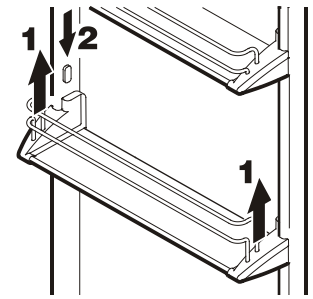

Figura 8
Desplazar los estantes (cara interior de puerta) - Figura 8
- Retire los estantes de la cara interior de la puerta según se muestra en la **Figura 8**.